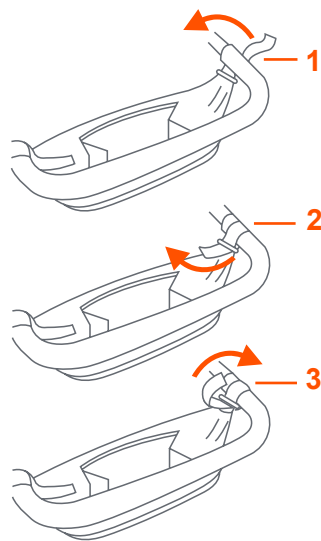

Fig. 4a
4) • Strap In The Soft Parent Organizer: Use the hook and loop to hang the soft parent organizer onto the stroller handle. Follow illustrations 1 through 3 (Fig. 4a). Be sure to fasten tightly.
• Ajuste El Organizador Flexible Para Padres: Utilice el gancho y la arandela para colgar el organizador flexible para padres en el mango del carrito. Siga las ilustraciones 1 a 3 (Fig. 4a). Asegúrese de ajustarlo firmemente.
• Sangle Du Panier De Rangement Souple Pour Parents: Utilisez le crochet et la boucle pour fixer le panier de rangement souple pour parents à la poignée de la poussette. Suivez les illustrations 1 à 3 (Fig. 4a). Assurez-vous de bien serrer la sangle.